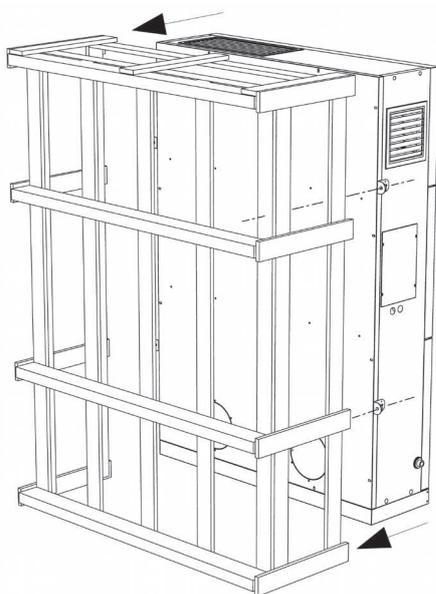

Fig.29
- In prossimità dei fori sulla parete, scaricare l'unità dai carrelli di trasporto e rimuovere la gabbia svitando le viti che tengono l'unità fissata al bancale (Fig.29).
- Near the holes on the wall, unload the unit from the transport trolleys and remove the cage by unscrewing the screws securing the unit to the pallet (Fig.29).